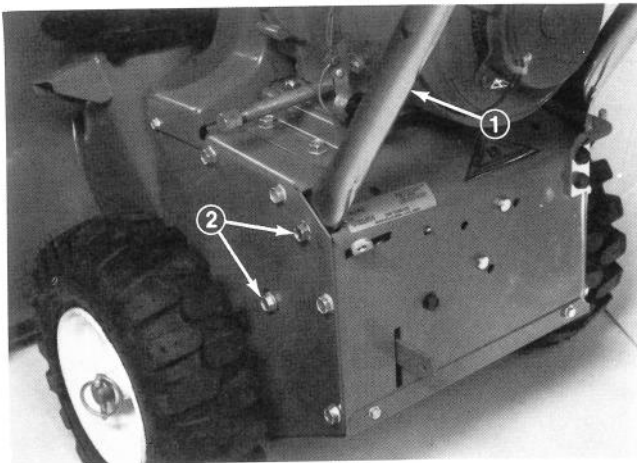

Abb. 2
4. Die Griffholme mit den Sechskantbundschauben befestigen, die Schrauben aber noch nicht festziehen (Abb. 2).
**Anmerkung:** Zur Befestigung der Griffholme unten dienen Langlöcher (Abb. 2). Daher die Holme in die gewünschte Stellung bringen und dann die Sechskantbundschauben festziehen.